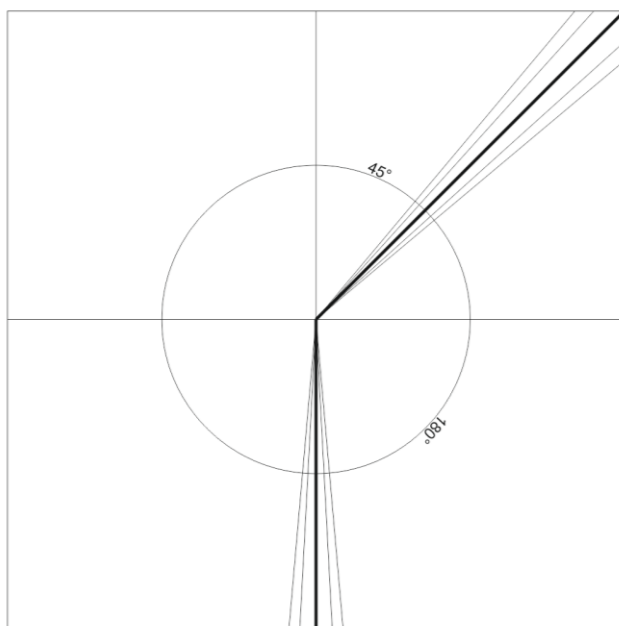

Рис. 2 Макет поля
5. Оценка поворота проводится на поле с выстроенной линейкой значений, робот ставится ведущими колесами на центр, направление в сторону 0 градусов (Рис. 2).